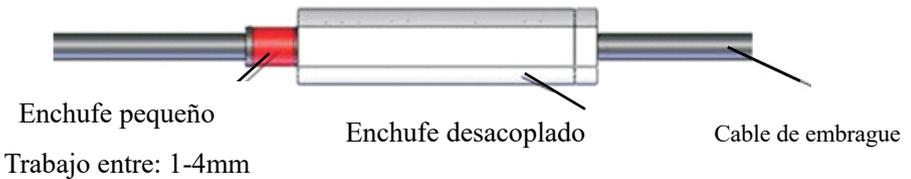

Figura 7
- ① Cada Motocultivador debe tener su propio enchufe de embrague (Figura 7), no debe utilizar un cable de embrague común.
- ② Cuando ajuste el cable del embrague, debe mantener el manguito dentro del campo de trabajo. Cuando esté en posición neutral, suelte la manija del embrague, la salida del eje principal se detendrá de inmediato. Si el alcance de trabajo del manguito está fuera del alcance de trabajo, cambie un nuevo cable de embrague.
- ③ Ajuste del cable del embrague: ajuste el tornillo del cable del embrague en la posición correcta, luego bloquee la tuerca de ajuste.